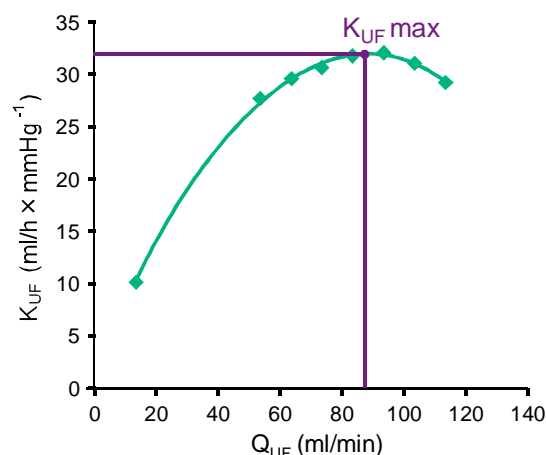

Fig. 11-25 Principio de determinación de K_{UFmax}
Para el cálculo de K_{UF} (véase también el apartado 13.10 Fórmulas (435)), el equipo establece el flujo convectivo Q_{UF} , mide la presión TMP y calcula el coeficiente de ultrafiltración K_{UF} . La determinación de K_{UF} para diferentes valores de Q_{UF} proporciona una función parabólica típica (Fig. 11-25): K_{UF} aumenta inicialmente, hasta el vértice de la parábola (valor máximo), y descende posteriormente si Q_{UF} sigue aumentando. Ajustando los valores determinados con una curva de regresión ($f(x) = Ax^2 + Bx + C$), se puede determinar el coeficiente de ultrafiltración máximo (K_{UFmax}) y el correspondiente flujo convectivo (Q_{UF}).